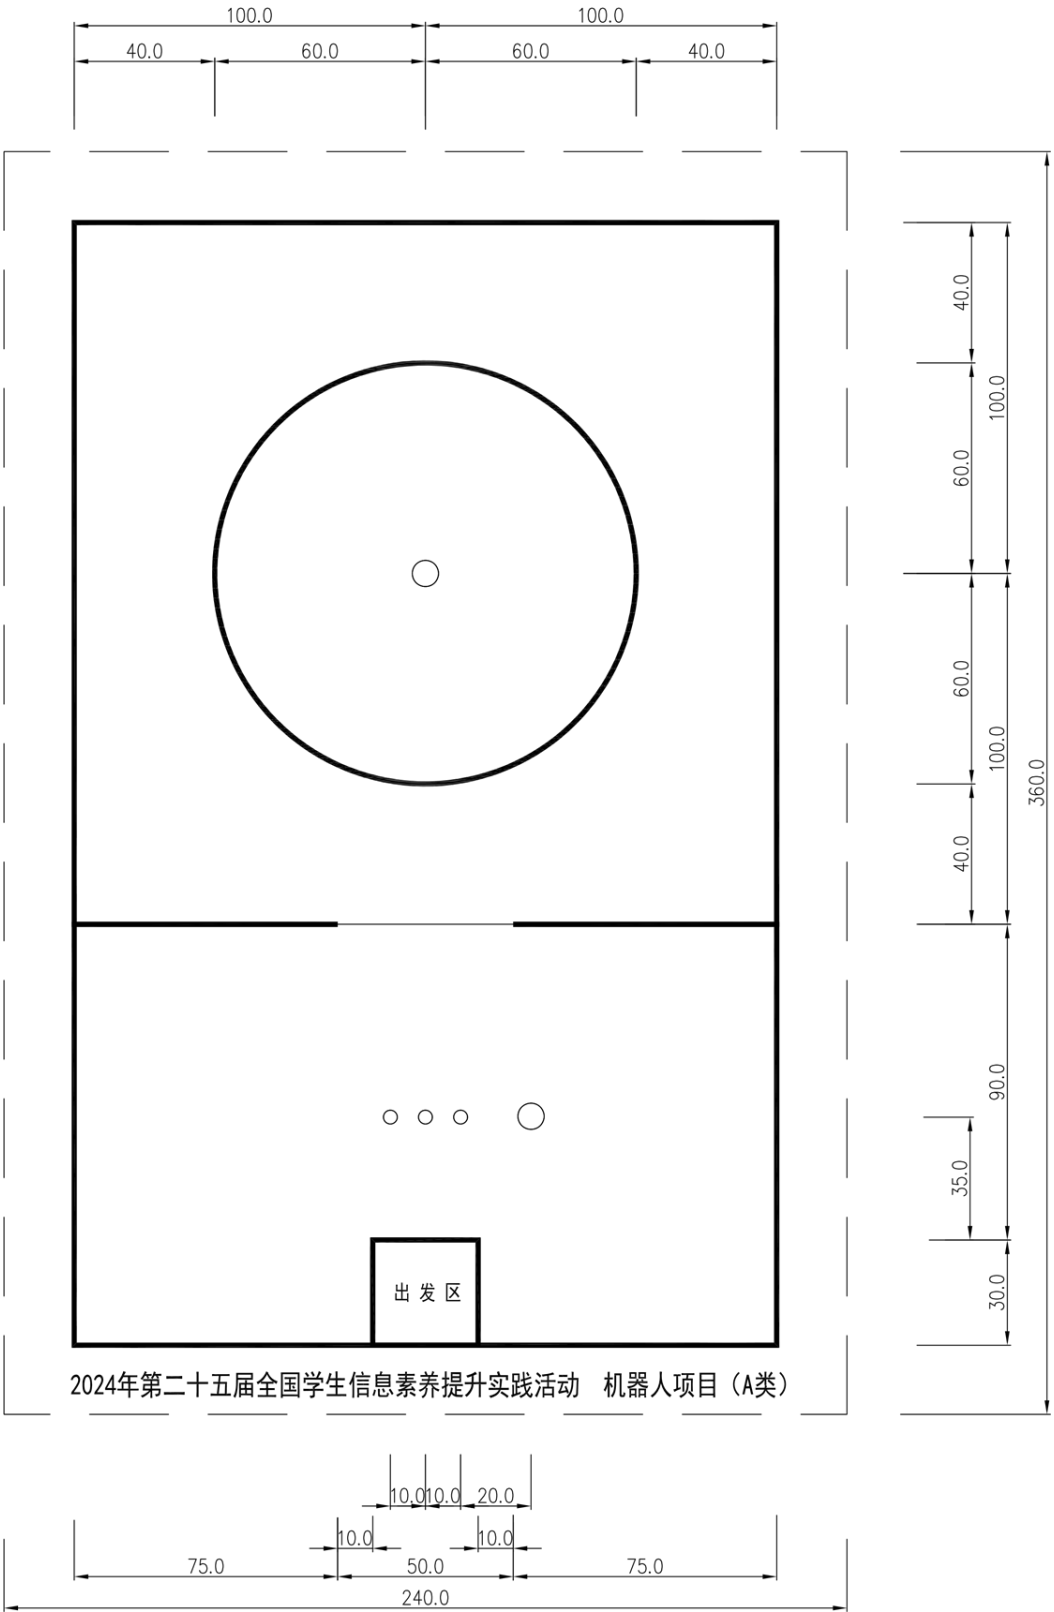

图 1 场地俯视示意图
1.1 场地为尺寸大小约320cm×200cm的550#黑底喷绘布喷绘（以现场提供为准），如图1所示。
和蓝色（参考色值为 C90 M90 Y0 K0）；材质分为铁质和塑料。待分拣物品被摆放在任务区（如图 1 所示），具体位置以现场公布为准。
3.2 基本任务区与挑战任务区分别放置一个物品收纳桶，其位置如图 1 所示，外观颜色为红色（参考色值为 C0 M100 Y100 K0）。